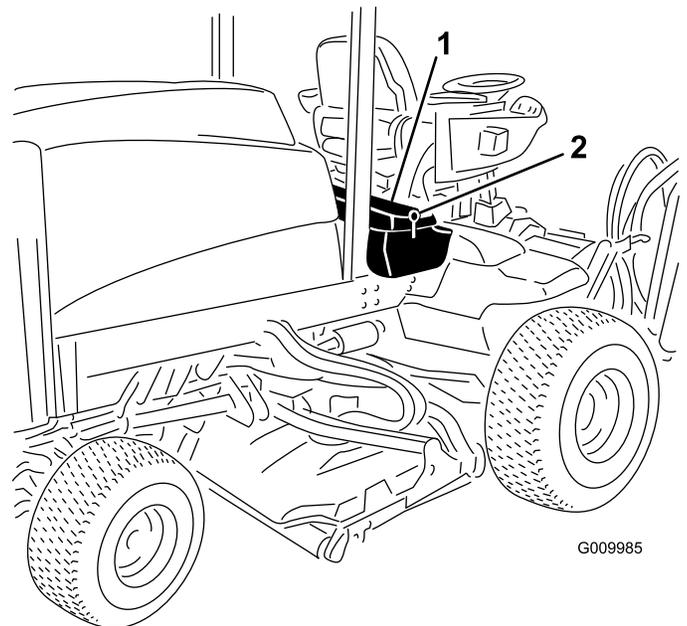

Bild 65
1. Entriegeln und heben Sie die Abdeckung der Bedieneinheit hoch (Bild 65).